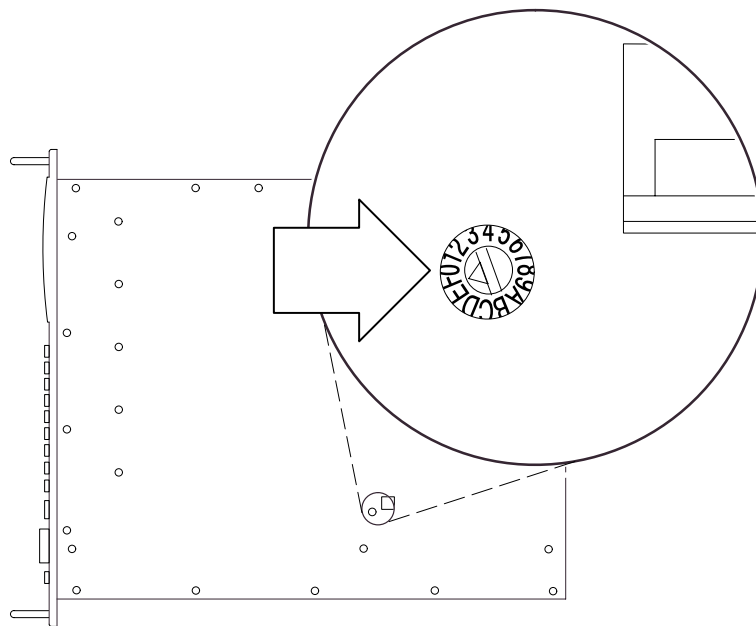

図1: CPU スイッチの位置
- b. CPU スイッチの矢印が **F** の位置になるようにスイッチを設定します(図 1 参照)。